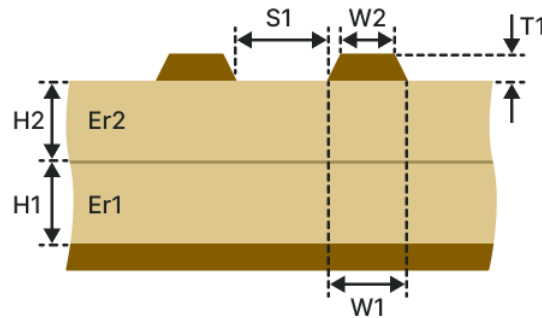

Рис. 143 Дифференциальная микрополосковая ЛП (ДМ-2Н)
- Дифференциальная микрополосковая ЛП (ДМ-2Н), см. Рис. 143.